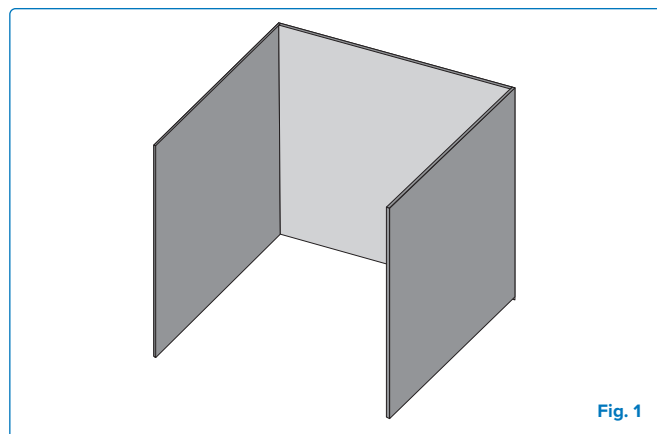

Fig. 1
- Un appareil est considéré comme étant à l'extérieur s'il est installé sous un abri dont les parois ne sont pas plus étendues que trois côtés, mais sans couverture supérieure. **(Fig. 1)**